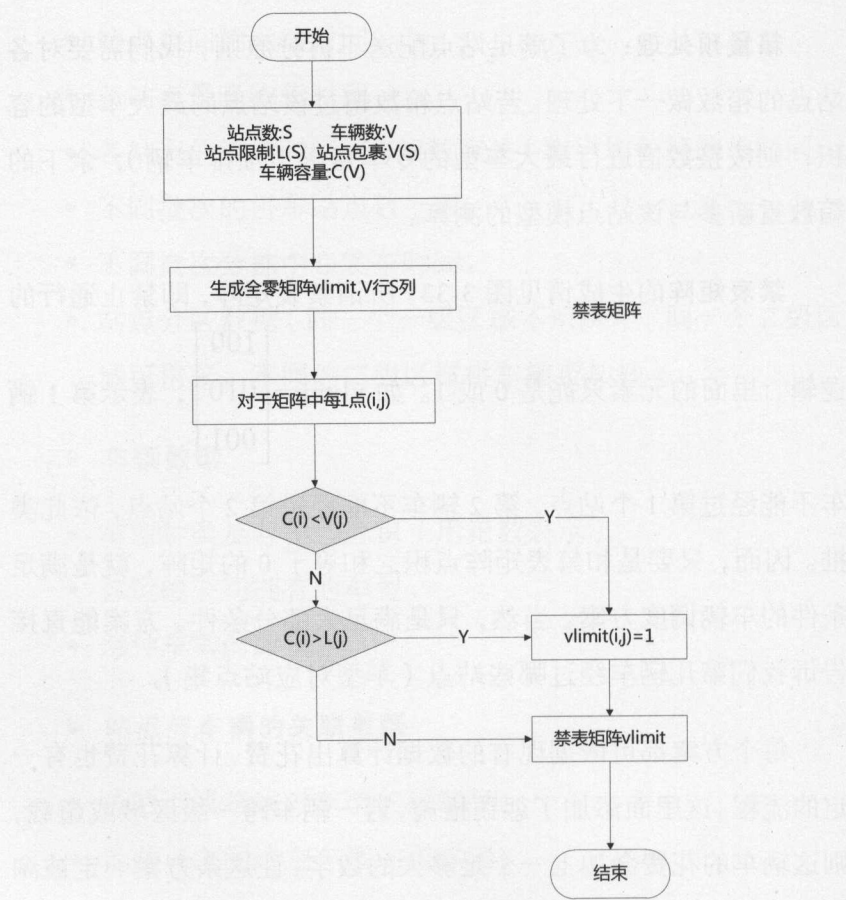

图 3-33 禁表矩阵的生成
**禁表矩阵**的生成请见图 3-33。所谓禁表矩阵，即禁止通行的逻辑，里面的元素只能是 0 或 1。如  $vlimit = \begin{bmatrix} 1 & 0 & 0 \\ 0 & 1 & 0 \\ 0 & 0 & 1 \end{bmatrix}$ ，表示第 1 辆